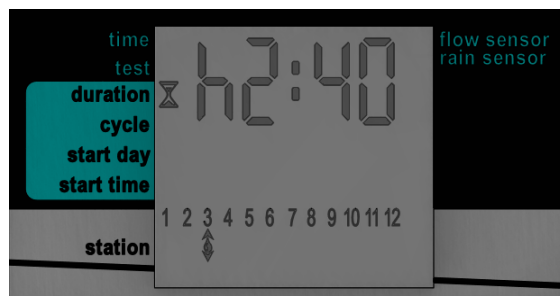

Рисунок 20: Пример экрана продолжительности полива
1. Нажмите  до появления экрана продолжительности полива (рис. 20).